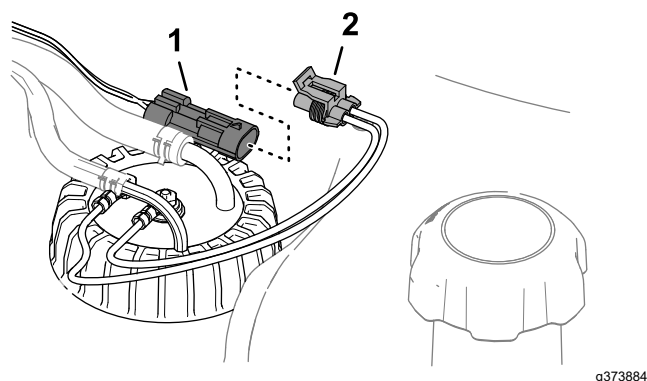

Рисунок 98
6. Подсоедините разъем жгута проводов датчика уровня топлива к разъему жгута проводов машины (Рисунок 98).